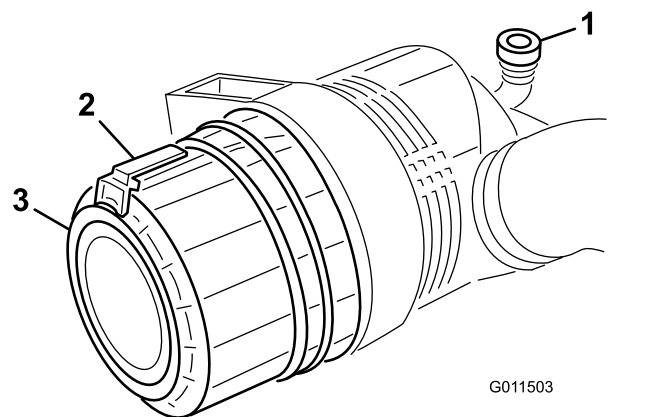

Figura 70
1. Puxe o trinco para fora e rode a cobertura do filtro de ar no sentido contrário ao dos ponteiros do relógio (Figura 70).
7. Instale a tampa orientando a válvula de saída de borracha (Figura 70) para uma posição descendente – entre cerca das 5 horas e as 7 horas quando vista da extremidade. Fixe o trinco.